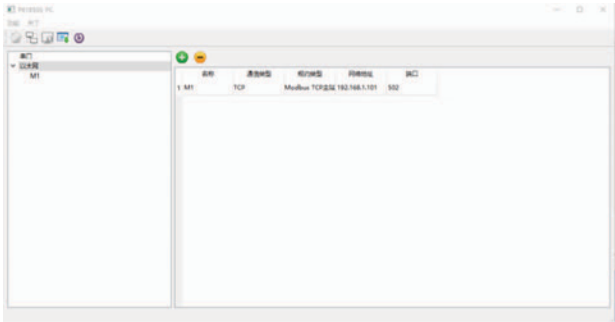

图2 设置ModbusTCP
2.1 设置 modbus：设置名称，通信类型，规约类型，ModbusTCP 主站地址，IP 端口等配置，设置如图 2 所示。